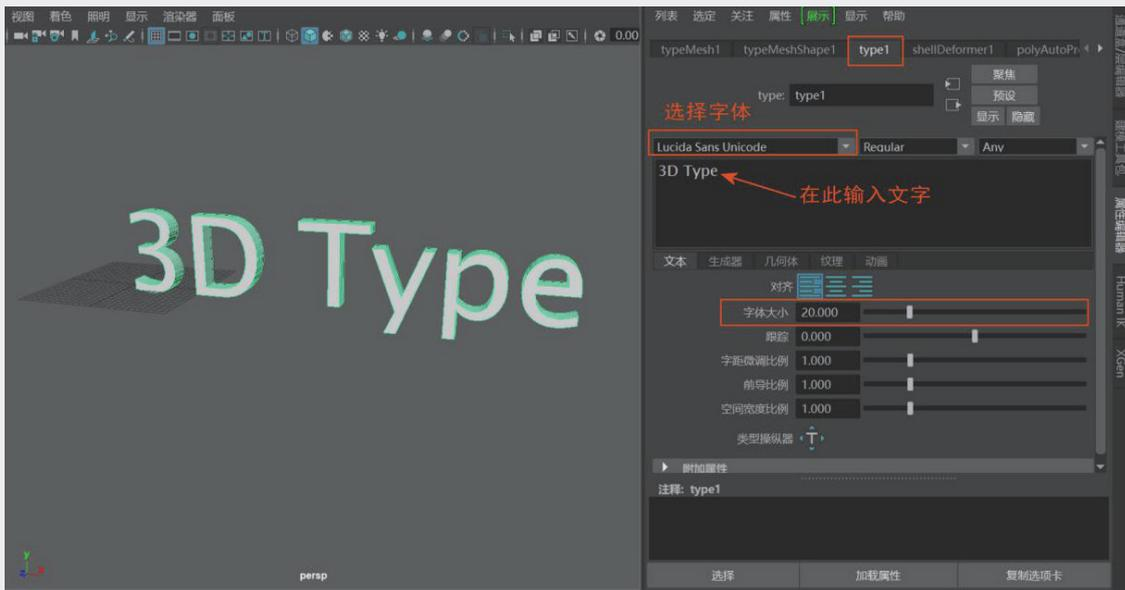

图3-39
**步骤2:** 此时场景中出现立体字3D Type，右侧的属性编辑器中随之展开文字属性编辑器type1，如图3-39所示。